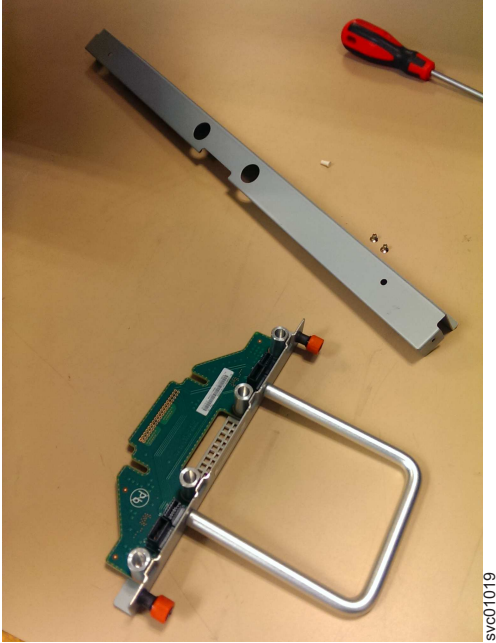

図 92. シャーシの FIB 部品
1. 新しい FIB、カバー、およびカバーのねじ (107 ページの図 92 を参照) を安全な場所に置きます。